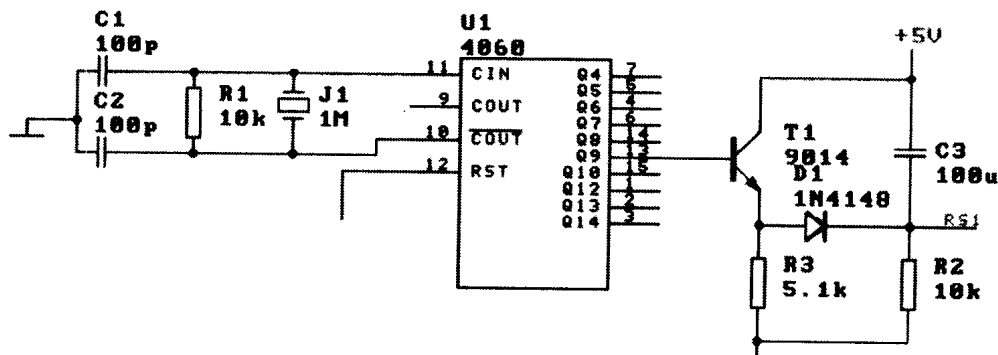

图 2-7
下面以图 2-7 为例进一步说明原理图的编辑。
(1) 在主菜单下选 Current (当前) 命令并回车，根据要求设定连线类型，例如：Thin Signal (细线)；图纸尺寸：A4；结点尺寸：1；元件库：DEVICE.LIB、CMOS.LIB 和 TTL.LIB。设定完毕后按 Esc 键再按回车键返回主菜单。
(2) 选主菜单中的 Place (放置) 命令并回车。然后选子菜单中的 Component (元件) 并回车。出现“Place Component (放置元件)”后，输入 4060 再回车。在“Component Reference Designator (元件编号)”提示下键入 U1 并回车，此时器件 4060 (14 位二进制串行计数器/分频器) 便出现在屏幕上。按动光标键，将它移到适当位置后按回车键将器件固定。
(3) 此时屏幕又出现提示：“Place Component”，接着输入 NPN (三极管) 并回车。在提示“Component Reference Designator”下输入 9014 并回车，再在提示“Component Package (元件封装)”下输入 TO-92B 并回车，9014 三极管就出现在屏幕上，同样将其移到合适位置固定下来。
(4) 重复 (2)、(3) 中的操作，将图 2-7 中的其余元器件放置到图中。全部放置完毕，按 Esc 键退回到 Place 子菜单中。
(5) 放置连线、结点和网络标号：网络标号以图 2-7 中 4060 的 12 脚为例，在提示“Enter Netlabel (键入网络标号)”下输入 RST (或 P1.x) 并回车，然后移动字符串到目标位置后回车加以固定。放置完毕退回主菜单。
(6) 在主菜单中选 File 命令，在其子菜单中选 Save 命令。屏幕提示“Save Schematic (保存原理图)”。输入所编图纸的路径和文件名 \WXD \ x x x，这里 x x x 即用户给图 2-7 起的